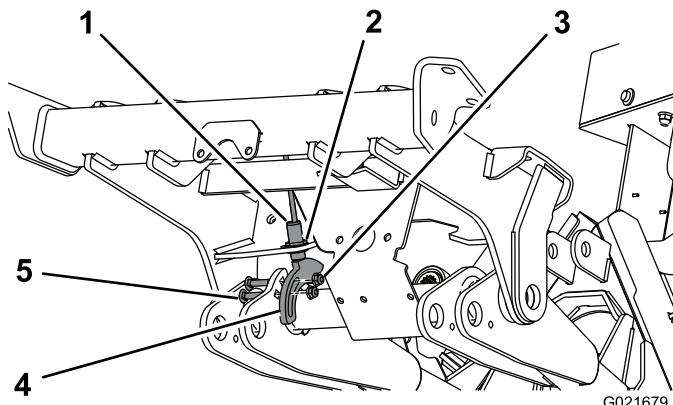

Figura 14
1. Utilizzando il foro nella parte inferiore del telaio frontale, montate senza serrare l'interruttore di prossimità con le rondelle e i controdadi (Figura 14).
2. Montate senza serrare la piastra del sensore al braccio di sollevamento sinistro con (2) viti a testa tonda da 5/16 x 1-1/4 poll. e dadi flangiati. Non serrate i controdadi a questo punto. Posizionate la piastra del sensore come illustrato in Figura 14. Accertatevi che l'interruttore non entri in contatto con la piastra del sensore.